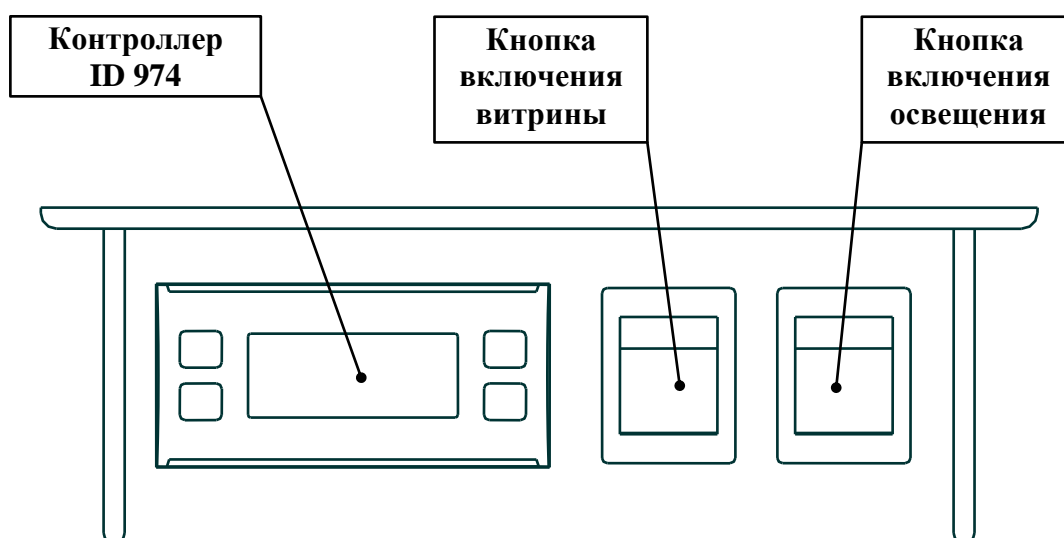

Рис. 2. Блок управления витрины «ВИЛИЯ» ВН
- Электрическая система включает в себя пульт управления, защитный автоматический выключатель, блок силового электрооборудования, нагревательные элементы (для электрической оттайки испарителя, подогрева стеклопакета и боковин) и встроенный верхний светильник. На пульте управления находятся (см. рис. 2): выключатель питания, выключатель освещения, электронный регулятор (контроллер). Защитный автоматический выключатель и блок силового электрооборудования располагаются в подставке под корпусом витрины.